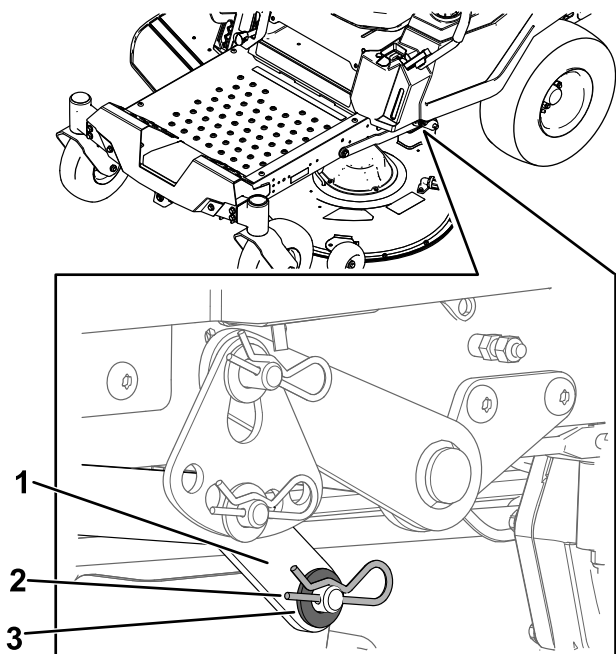

Figura 70
6. En un lado de la máquina, retire la arandela y la chaveta del pasador de la carcasa (Figura 70).
7. Retire el brazo de elevación del pasador de la carcasa (Figura 70).
de elevación en el pasador de la carcasa (Figura 70).
6. Instale el brazo de elevación usando la arandela y la chaveta (Figura 70).